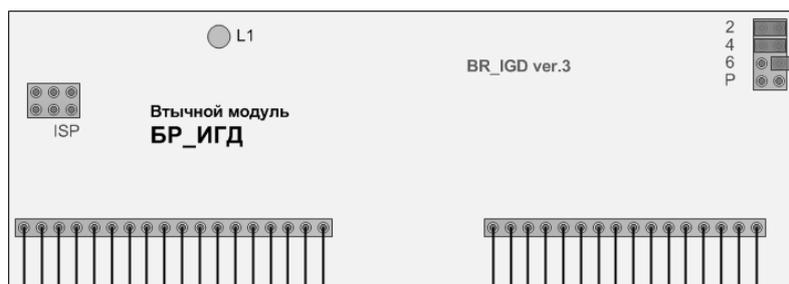

Рис.7.4. Схема платы БР_ИГД
7.11. Работа модуля происходит следующим образом. Датчики самостоятельно отправляют сигналы в линии в двух случаях. Во-первых, немедленно при изменении состояния датчика (замкнут/разомкнут или авария/норма), таким образом, реализуя аварийный контроль. Во-вторых, периодически, при наступлении времени контрольного сеанса, таким образом, реализуя контроль наличия связи с датчиком. Время контрольного сеанса задается установкой джамперов «2», «4», «6» на плате БР_ИГД (см. рис.7.4) в